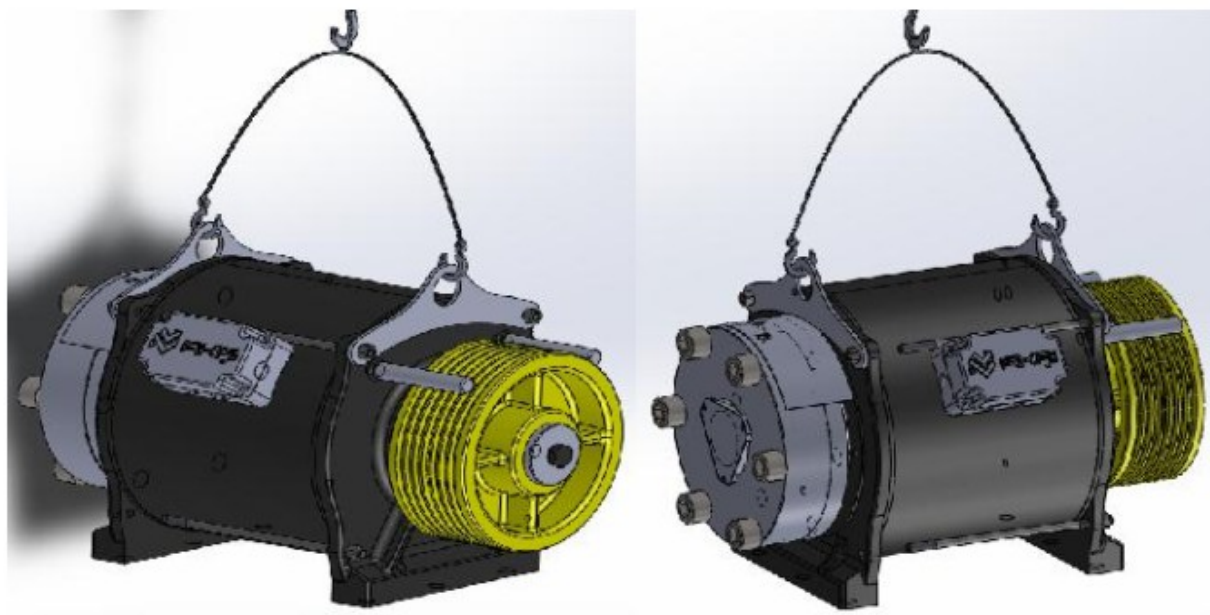

Рис. 1. Транспортировка лебёдок АК
1. Рис. 1. Транспортировка лебёдок АК
Схема монтажа указана на Рис. 1